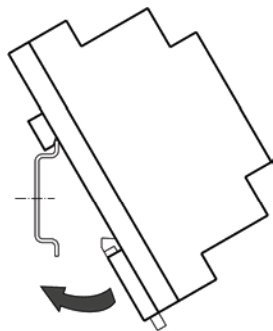

Рис. 5.3. Монтаж прибора с креплением на DIN-рееку
2. Установить прибор на DIN-рееку в соответствии с рис. 5.3.